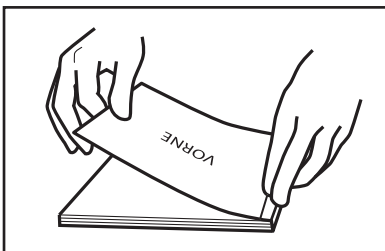

ABBILDUNG 22
8. Legen Sie die Vorderseite des Umschlages vorsichtig über den Buchblock. Fangen Sie in der Mitte an, reiben Sie vor und zurück, um den Umschlag an dem Klebstoff des Dokumentes zu befestigen (siehe Abbildung 22).